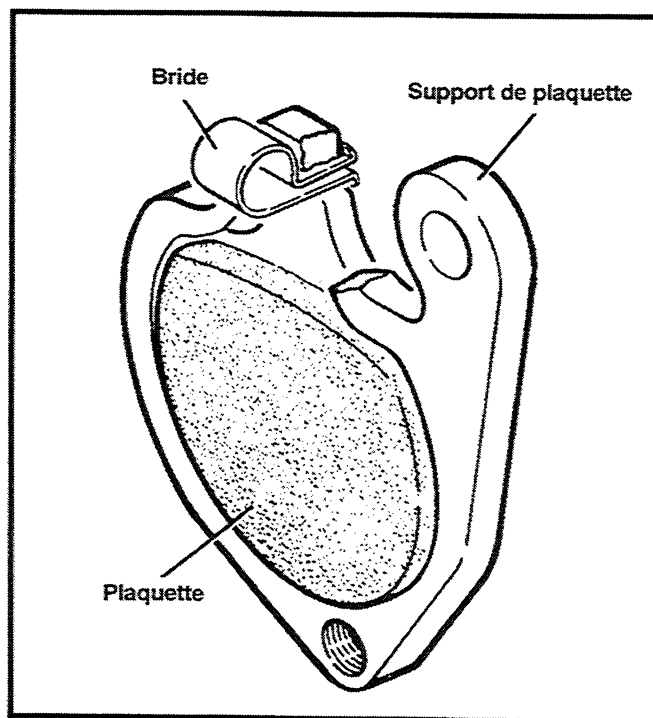

Figure 2-35. Installation de la bride
8. Voir Figure 2-35. Prenez la plaquette extérieure (celle qui est revêtue d'un support isolant), et placez-la sur le haut de la bride (8) avec son extrémité inférieure légèrement engagée dans l'ouverture du support de plaquette (7). La plaquette étant centrée dans son support et le support isolant étant orienté vers le bas, appuyez sur la plaquette jusqu'à ce qu'elle repose contre la surface plate du support et qu'elle soit fermement maintenue par la tension de la bride.
- Installez l'ensemble plaquette extérieure (9), support de plaquette (7) et bride (8) sur l'étrier (16), avec le support isolant de la plaquette contre la face du piston (11).